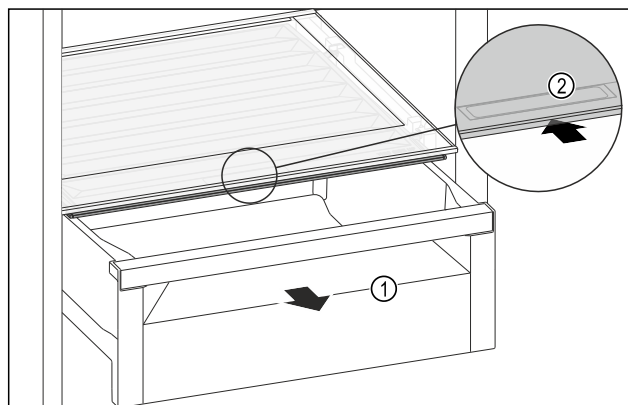

Fig. 125
- Retirer le tiroir Fig. 125 (1).
- Saisir la poignée encastrée Fig. 125 (2) du couvercle du compartiment et pousser le couvercle du compartiment vers l'arrière.